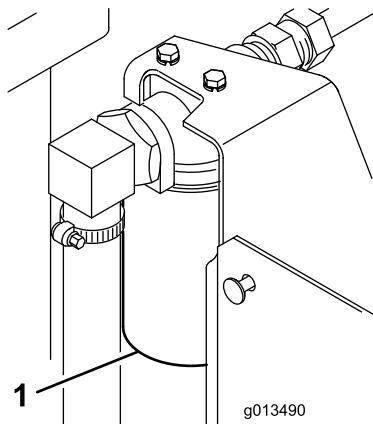

Bild 30
4. Reinigen Sie den Bereich um den Hydraulikölfilter (Bild 30). Nehmen Sie den Filter aus dem unteren Teil des Filtergehäuses und lassen Sie das Öl in eine Auffangschale ablaufen. Benutzen Sie einen Filterschlüssel. Entsorgen Sie den Ölfilter ordnungsgemäß